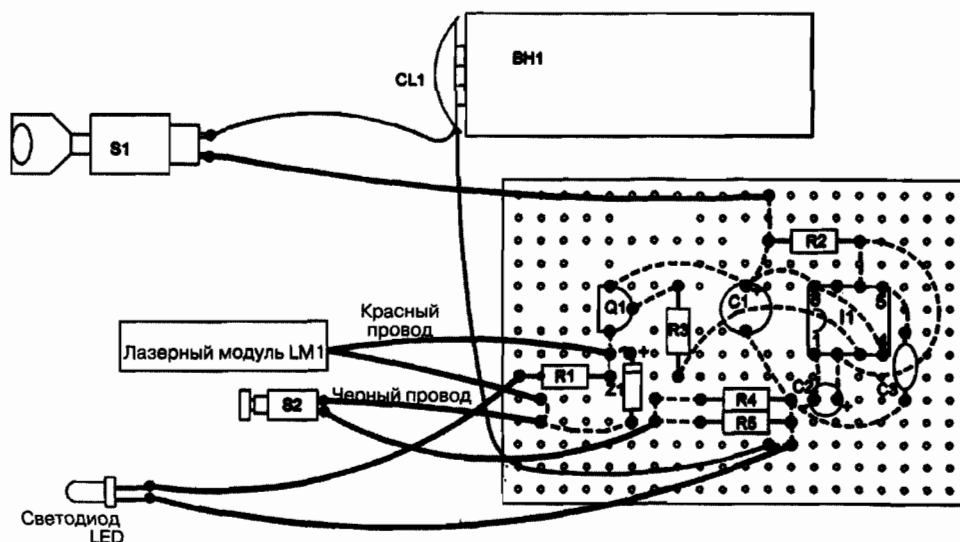

Рис. 11.3. Соединения платы для внешних подключений
2. Вставьте компоненты в макетную плату с перфорацией металлизированных отверстий, начав с левой стороны платы, и разместите их так, как показано на рис. 11.3, используя отверстия для ориентировки. Используйте выводы компонентов по мере соединений по схеме. Соединения показаны пунктирной линией и припаиваются с тыльной стороны платы. Рекомендуется до начала пайки примерить крупные детали.
3. Нарежьте, зачистите и облудите провода длиной 10 см для подключения S1 и светодиода LED. Выполните соединения этих компонентов, а также CL1 и LM1 (см. рис. 11.3). Обратите внимание на полярность лазерного модуля по цвету выводов. Красный вывод – положительный, черный – отрицательный.